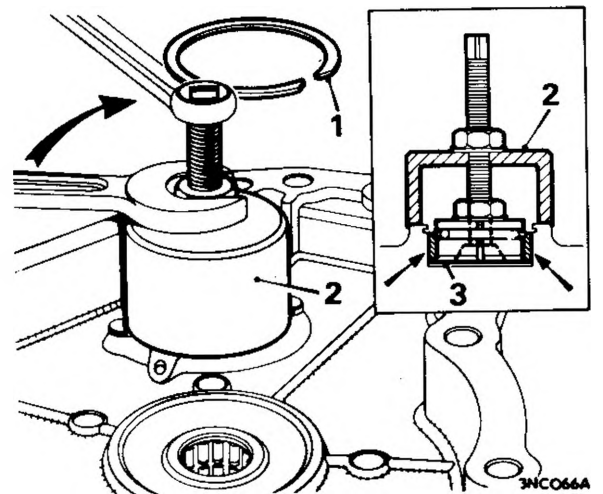

Fig. F.23
45. Estrarre la pista esterna (contrassegnata dalla freccia nella Fig. F.23) con l'attrezzo 18G 617A.